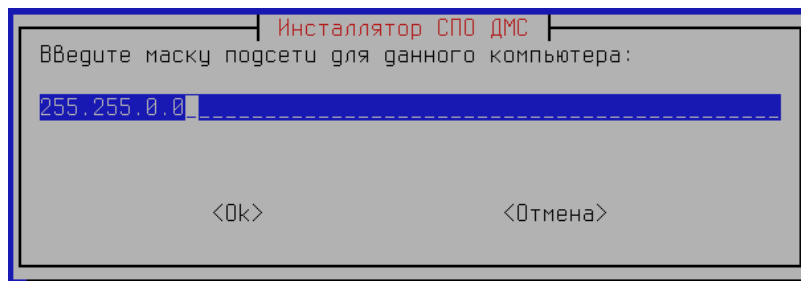

Рисунок 16 — Ввод сетевой маски
3) Следом за IP-адресом необходимо указать маску сети. Указанная маска должна быть одинаковой для всех компьютеров системы и устройств, подключаемых по интерфейсу Ethernet. При объединении отдельных экземпляров АДС в единый сетевой комплекс маска должна охватить все экземпляры систем. Например, маска 255.255.0.0 позволит создать единый комплекс из 255 систем (Рисунок 16).